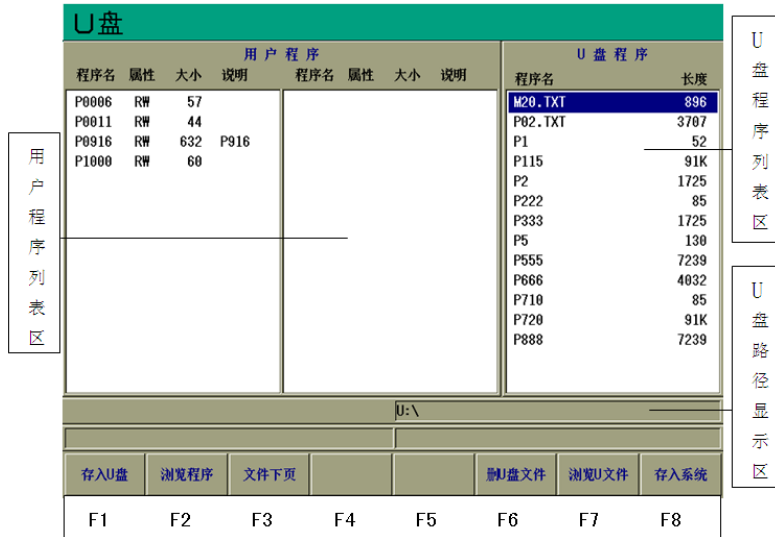

图 3.5 U 盘管理
(1) 打开 U 盘防护盖，插入 U 盘；
(2) 按【U 盘】键，进入 U 盘管理界面；如图 3.5 所示：